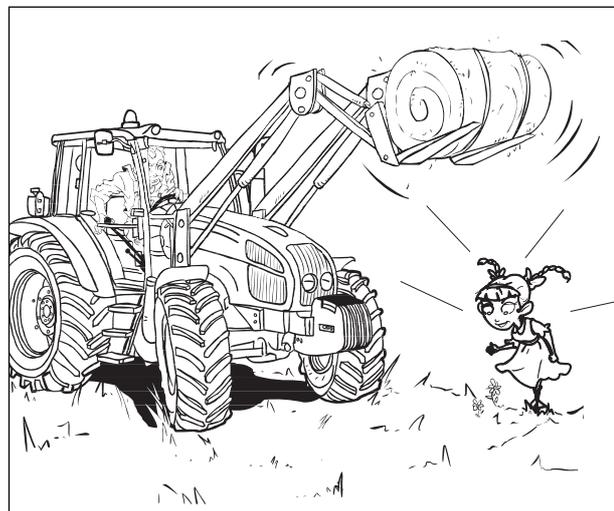

Abb.2-17
**ACHTUNG:** *Ladungen NIE über Personen heben (Abb. 2-17).*
- Alle anderen aus Ihrem Arbeitsbereich heraus halten. NICHT gestatten, dass jemand unter einem gehobenen Anbaugerät steht oder hergeht (Abb. 2-17).